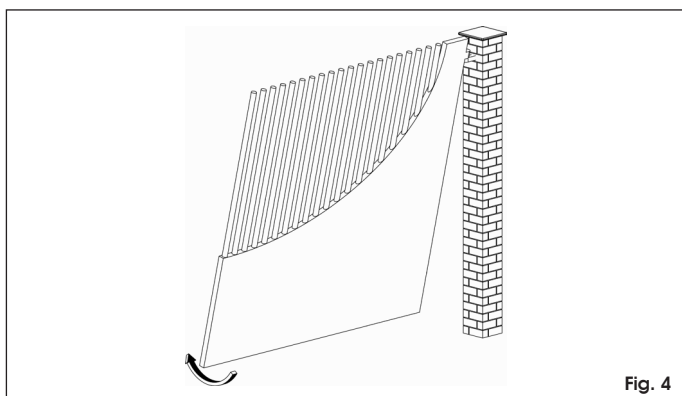

Fig. 4
- girar la hoja por el eje de la bisagra superior (Fig. 4).